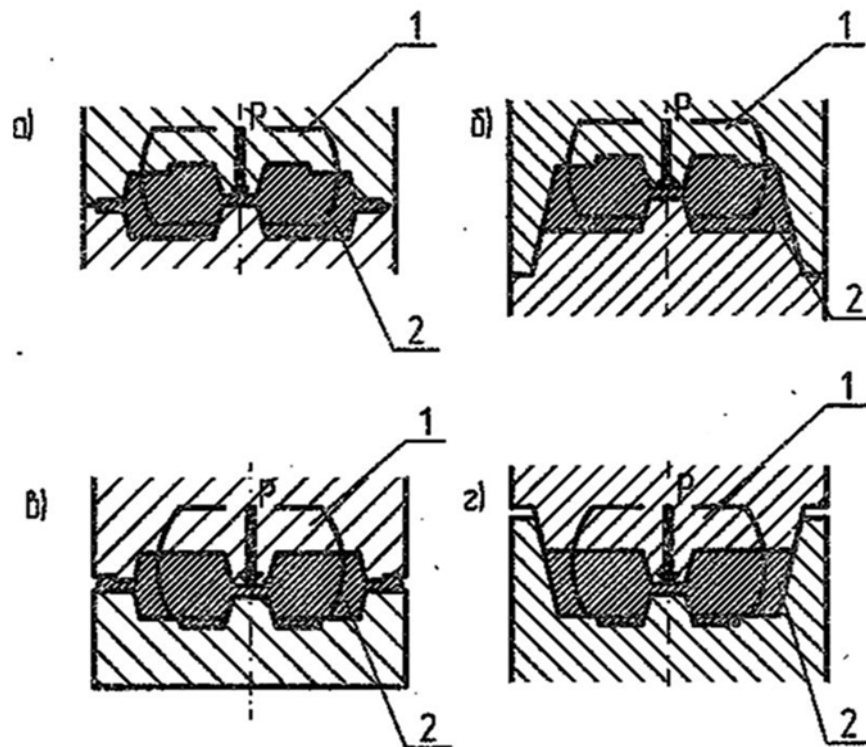

Рисунок 2 – Схемы штамповки: а – на молоте в открытом штампе;
2. Выбрать схему штамповки (см. рисунок 2) в соответствии с вашим вариантом.